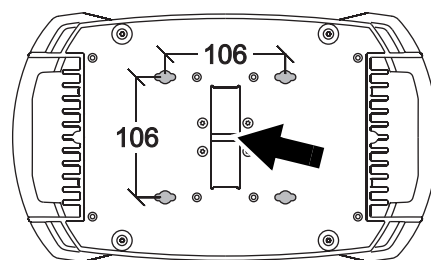

Figura 2: Punto de fijación del cable de seguridad
¡Atención! Utilizar un cable de seguridad en el punto de fijación del panel de conexiones (Figura 2).
¡Atención! La superficie de soporte deberá ser dura para evitar que se bloqueen las aperturas de ventilación situadas en la parte inferior de la base. Asegurar la unidad contra caídas. Si la luminaria está colgada por encima del nivel del suelo o donde pueda caer causando daños, usar un cable de seguridad en el punto de fijación (Figura 2) de la luminaria.
3. Observar la Figura 2. Alinear cada uno de los soportes de montaje para garras con dos puntos en la base de la unidad. Insertar las fijaciones de 1/4 de vuelta y girarlas completamente 90° en sentido horario hasta que queden bloqueadas.
5. Asegurar la unidad contra fallos en las garras o soportes de montaje mediante un punto secundario de seguridad como, p.ej., un cable de seguridad en el punto que muestra la Figura 2, que soporte al menos 10 veces el peso de la luminaria. Este punto de fijación ha sido diseñado para albergar un mosquetón. No utilizar ninguna otra parte de la luminaria como punto de fijación de seguridad.